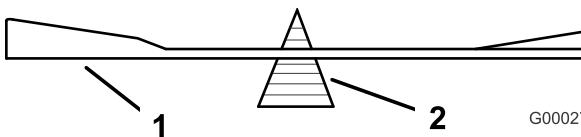
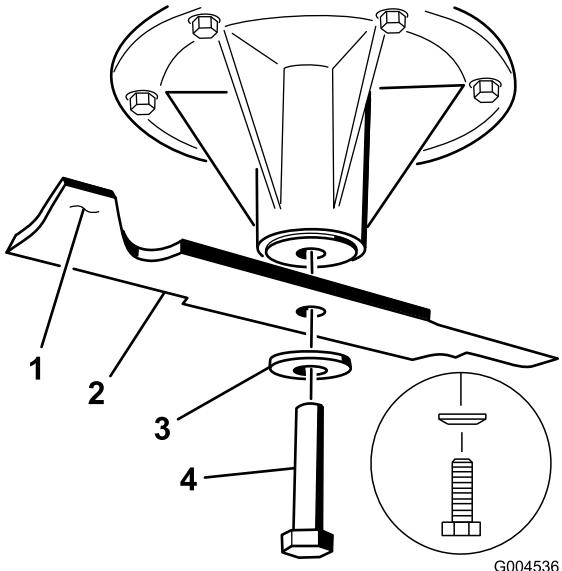

Figure 69
Figure 70
2. Retirez le boulon, la rondelle élastique et la lame de l'axe (Figure 70).
2. Vérifiez l'équilibre de la lame en la plaçant sur un équilibrEUR (Figure 69). Si la lame reste horizontale, elle est équilibrée et peut être utilisée. Si la lame est déséquilibrée, limez un peu l'extrémité de la partie relevée seulement (Figure 70). Répétez la procédure jusqu'à ce que la lame soit équilibrée.
- Placez la lame sur l'axe (Figure 70).
- Installez la rondelle élastique et le boulon de la lame. Le cône de la rondelle élastique doit être dirigé vers la tête du boulon (Figure 70). Serrez le boulon à un couple de 115 à 150 Nm (85 à 110 pi-lb).